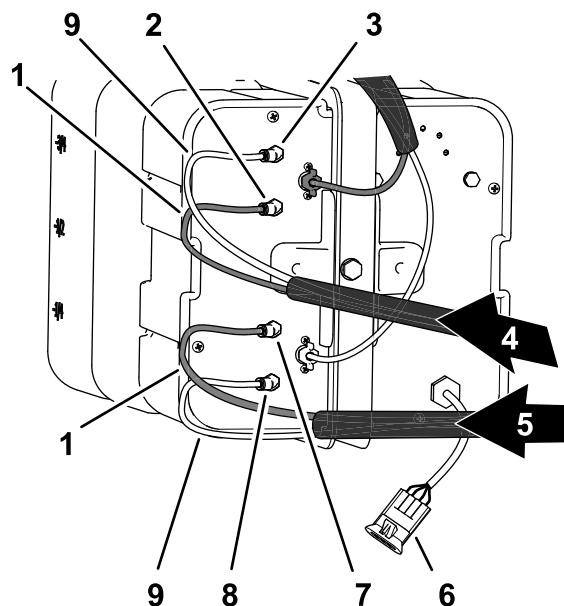

Рисунок 22
1. Проложите пенные трубки для правой стрелы, как показано на Рисунок 22.
2. Вставьте прозрачную трубку в штуцер для воздуха на боковой пластине компрессора (Рисунок 22).
3. Вставьте синюю трубку в штуцер для жидкости на боковой пластине компрессора (Рисунок 22).
4. Проложите пенные трубки для левой стрелы, как показано на Рисунок 22.
5. Вставьте прозрачную трубку в штуцер для воздуха на боковой пластине компрессора (Рисунок 22).
6. Вставьте синюю трубку в штуцер для жидкости на боковой пластине компрессора (Рисунок 22).